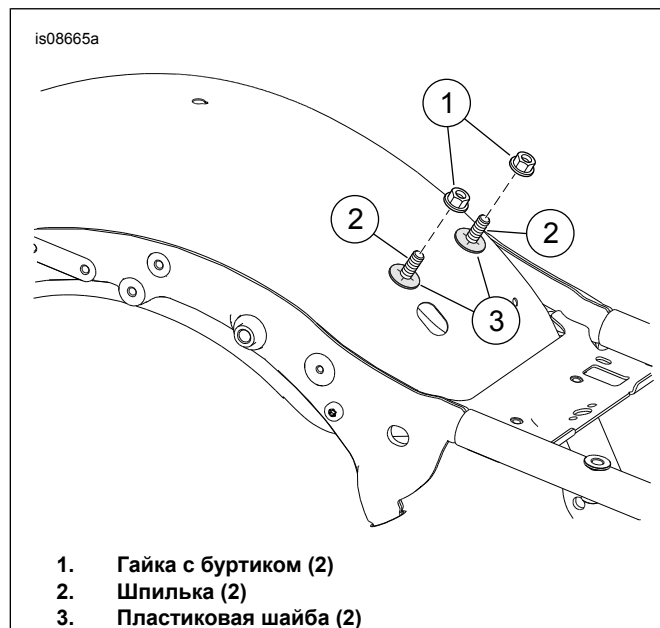

Рисунок 2. Элементы крепления
3. См. Рисунок 2 . Отверните гайки (1). Оставьте шайбы (3) и шпильки (2) на месте.
5. Рисунок 2 Установите монтажное основание (1) над шпильками (2) и пластиковыми шайбами (3).